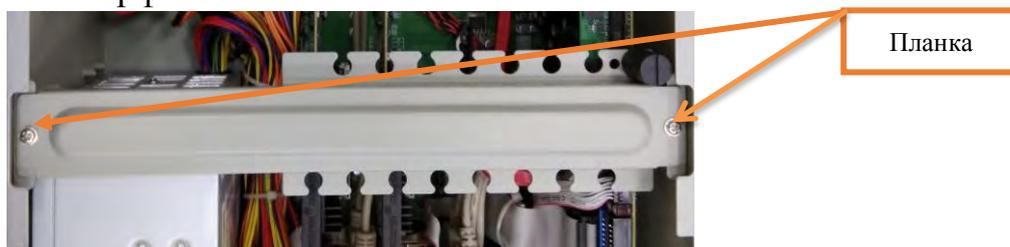

Рисунок 5. Планка дополнительного крепления плат и блока питания.
7.1.9. Отвернуть крестовой отверткой болты и снять планку (Рисунок 5), дополнительно удерживающую печатные платы и блок питания от разного рода колебаний и исключаящую возможность потери контакта платы с интерфейсом.